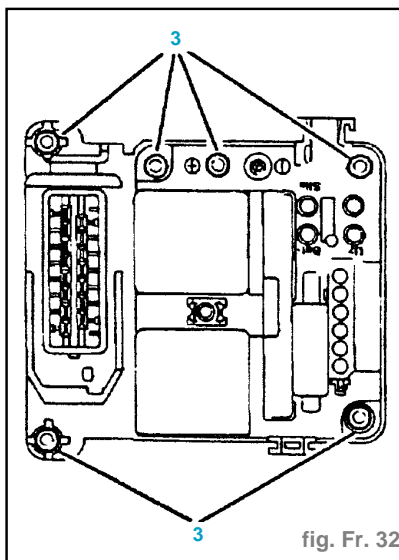

fig. Fr. 32
- Déposer les vis de fixation (3) (fig. Fr. 32).
- les vis (3) (fig. Fr. 32),